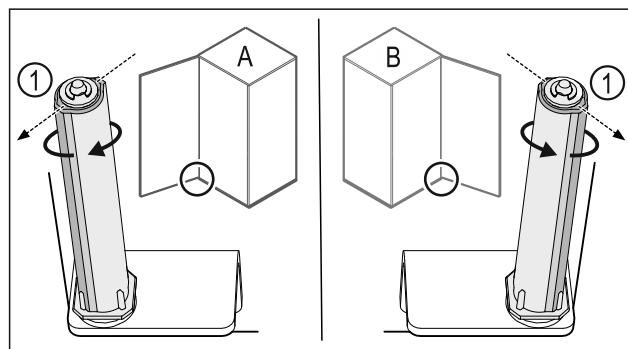

Fig. 40 Butée à gauche (A) / butée à droite (B)
- ▶ Tourner le système de fermeture contre la résistance jusqu'à ce que son arête Fig. 40 (1) pointe vers l'extérieur.